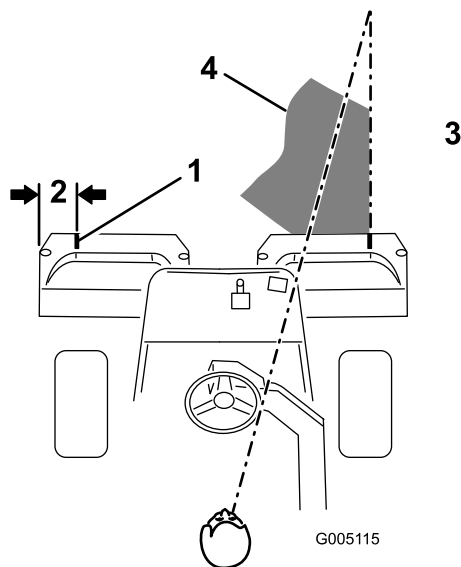
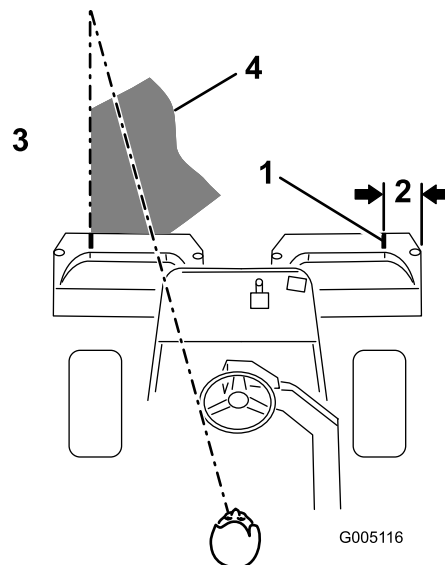

Figura 31
Figura 32
2. Coloque uma fita branca ou pinte um tira em cada um dos cestos, paralelamente à extremidade exterior de cada cesto (Figura 31).
3. Sobreponha uma quantidade mínima com o corte anterior nas passagens adicionais. Para cortar em linha recta ao longo do relvado e de modo a conseguir manter uma distância equitativa entre a extremidade da zona de corte anterior, estabeleça uma linha imaginária de aproximadamente 1,8 a 3 metros à frente da máquina até a extremidade da zona por cortar (Figura 31 e Figura 32). Alguns utilizadores acham útil incluir a borda exterior da roda motriz na linha imaginária; por exemplo, mantenha a extremidade da roda motriz alinhada com um ponto que se mantém sempre à mesma distância da dianteira da máquina (Figura 31 e Figura 32).